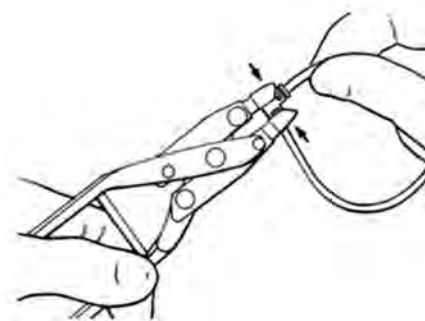

Figure 4-35. Utilisation d'un connecteur à angle droit
- Utiliser deux fois la pince : une fois à chaque extrémité. (Figure 4-35)